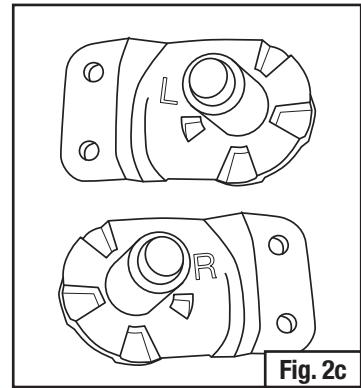
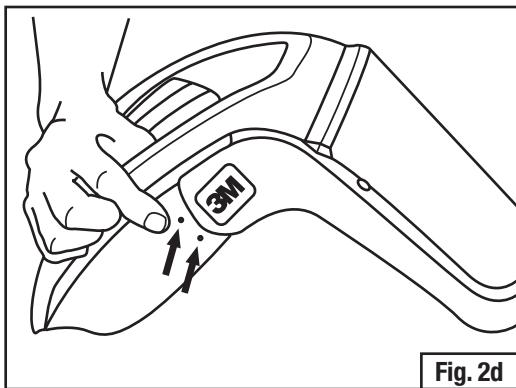
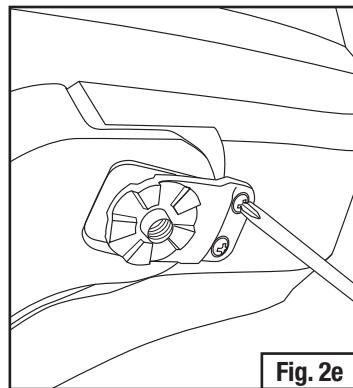

Fig. 2c
Fig. 2d
Fig. 2e
- Instala la leva y el poste del pivot en el poste del marco de la visera. Asegúrate de que las levas y los postes de pivot se instalen en el lado correcto del arnés siguiendo la etiqueta en cada leva y poste de pivot (L y R, para izquierda y derecha, según estén desgastados) (Fig. 2c). Alinea los orificios de los tornillos en la leva y el poste del pivot con los agujeros guía en la cubierta de la protección de la cabeza. Si se trata de una instalación nueva, ubica los puntos de fijación de la orejera en la parte exterior de la cubierta de la protección de la cabeza (Fig. 2d). Ten en cuenta que sobre la protección de la cabeza series M-400 y M-300 hay hendiduras visibles en el exterior del casco donde se unen las orejeras. En el M-200, es posible que las hendiduras no sean tan visibles en el exterior del casco. Usa un bolígrafo o un destornillador para presionar con suavidad los puntos de fijación del tornillo para iniciar el orificio (es decir, una hendidura). Esto hará que sea más fácil insertar los tornillos en el casco. Instala los tornillos con un destornillador manual de cabeza Phillips del tamaño adecuado y aprieta hasta que quede seguro (Fig. 2e).